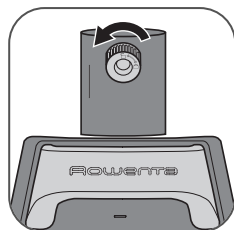

fig. 1
- Dévissez et retirez la vis de fixation du mât qui se trouve sur la base. **(fig. 1)**